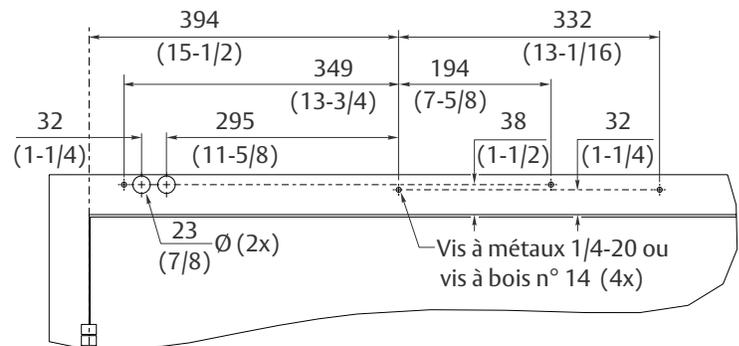

Figure 3 Ouverture à droite illustré
4. A l'aide du gabarit détaillé de la page 15, préparer quatre (4) trous pour des vis à métaux 1/4-20 ou des vis à bois 14 x 69,85mm (2-3/4"). Il est suggéré d'utiliser un écrou à sertir (par un tiers) pour les cadres creux en métal ou en aluminium non renforcés. (Figure 3)